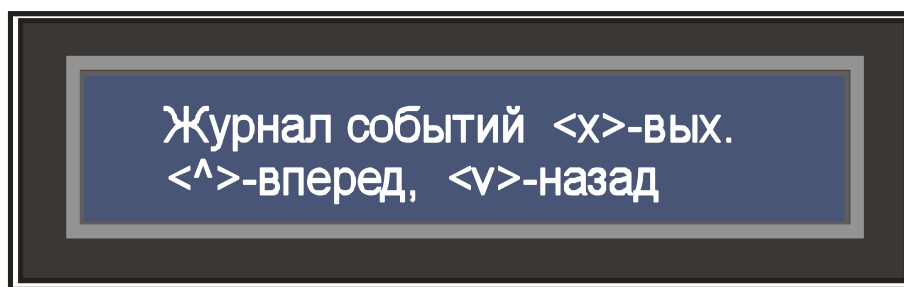

Рис. 3. Вид индикации ВПУ в режиме просмотра журнала событий
В этом режиме имеется возможность просмотреть журнал событий путем нажатия клавиши «1» - активизируется меню и клавишами «<^> - **вперед**» и «<v> - **назад**» просмотреть «**Журнал событий**» (см. рисунок 3).
5) Нажать клавишу «<┐» (Ввод). При корректной постановке под охрану на дисплее высветится строка «**ВЫПОЛНЕНО!**» и панель перейдет в меню пользователя (см. рисунок 3). При некорректной попытке постановки появится текст «**НЕТ ГОТОВНОСТИ К ПОСТАНОВКЕ ОХРАННЫХ ШЛЕЙФОВ!**» и ВПУ перейдет в меню пользователя. В этом случае следует проверить целостность ШС и после этого повторить процедуру постановки под охрану.